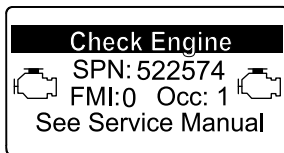

Figure 45
- Avertissement moteur SPN 522574, FMI : 0 (Figure 45)